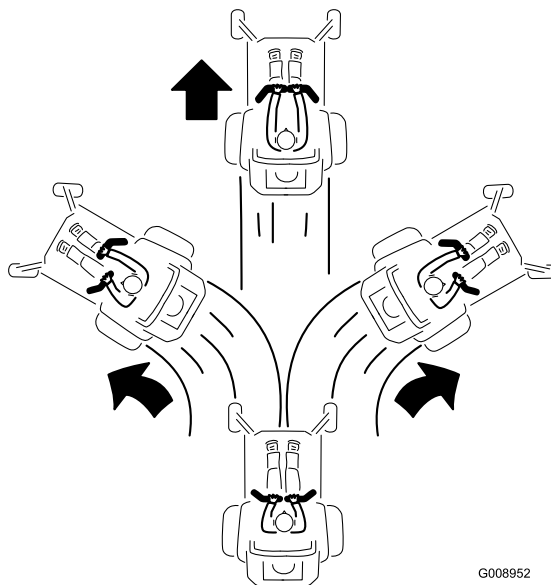

Bild 25
2. Drücken Sie die Fahrtriebshebel langsam nach vorne, um vorwärtszufahren (Bild 25).